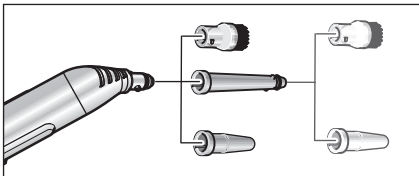

Abb. 6: Aufsätze für Punktstrahldüse
- Um die Reinigungsleistung beim Arbeiten mit der Punktstrahldüse (D1) zu erhöhen, können Sie diese mit der der Verlängerung (D2), der Rundbürste (D3) oder der Powerdüse (D4) verwenden (siehe Abb. 6). Führen Sie dazu die beiden Aussparungen des Aufsatz auf die Nasen der Punktstrahldüse. Drehen sie den Aufsatz im Uhrzeigersinn bis zum Anschlag.